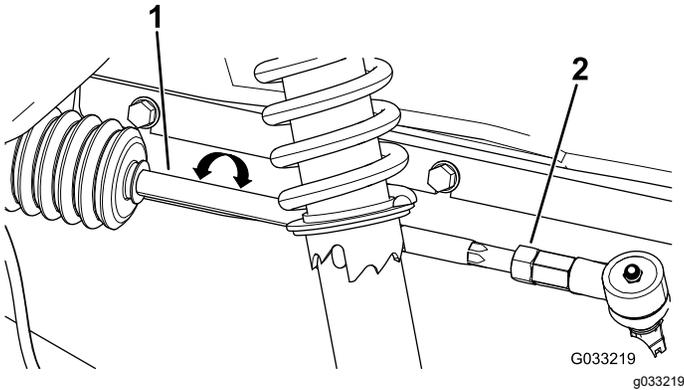

図 48
4. 前後の測定値の差が所定範囲0-6 mmにならない場合は、タイロッドの外側端部にあるジャムナットをゆるめて調整を行う 図 48。